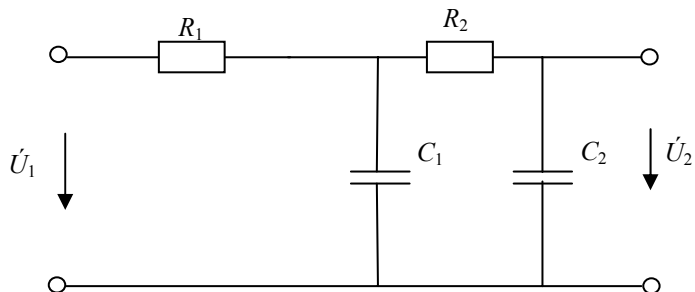

Рис. 4.5
4.1.7. Определить частоты, на которых сдвиг фаз между входными и выходными напряжениями в цепи (рис. 4.5) составляет  $-\frac{\pi}{2}$  и  $-\pi$ . Найти модуль коэффициента передачи по напряжению на этих частотах, если  $R = R_1 = R_2 = 1 \text{ кОм}$ ;  $C = C_1 = C_2 = 1 \text{ нФ}$ .